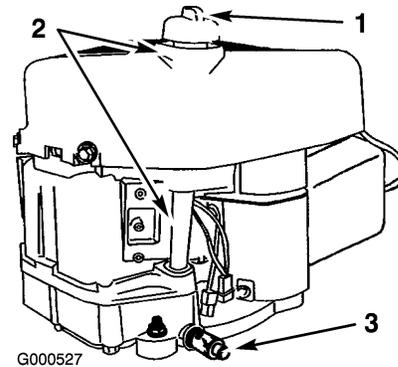

Bild 24
2. Reinigen Sie den Bereich um den Ölpeilstab (Bild 24), damit kein Schmutz in den Einfüllstutzen gelangen und den Motor beschädigen kann.
- Reinigen Sie den Bereich um den Peilstab und drehen den Verschlussdeckel ab (Bild 24).
- Gießen Sie ca. 80 % der angegebenen Ölmenge langsam in den Einfüllstutzen (Bild 24).